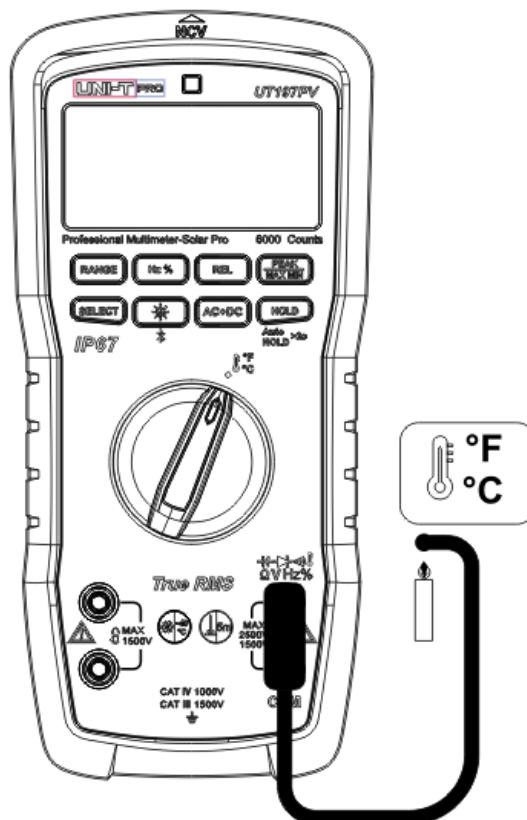

Abbildung 15
12. Temperaturmessung (Abbildung 15)